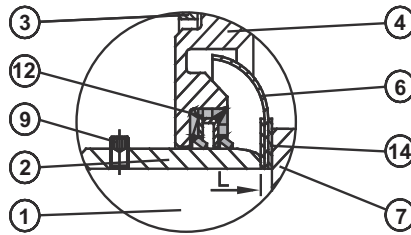
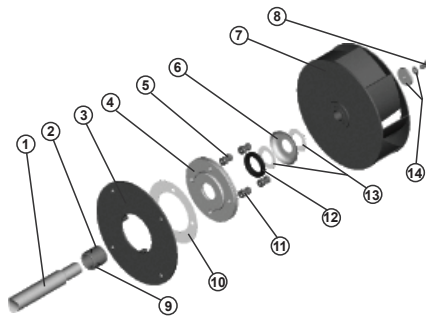

Fig. 18
Fig. 19
Der findes to hovedtyper tætninger: Spaltetætning og dobbelt læbetætning. I det følgende beskrives kun dobbelt læbetætning. Tætningen består af flere komponenter. Se fig. 18 og fig. 19. Der tættes mellem de enkelte komponenter med pakninger. Mellem aksel og ventilatorhus tættes med en dobbelt læbe pakdåse samt en slyngskive. Pakbøsningen er fastspændt mellem motorakslens anlægsbryst og ventilatorhjulet.
Ventilatorhjulet pos. 7 afmonteres som beskrevet under "5.2 Demontering af ventilatorhjul fra indløbssiden" eller "5.4 Demontering af motor med ventilatorhjul fra motor siden". Slyngskiven pos. 6 samt pakningerne pos. 13 trækkes ud over akslen pos. 1. Se fig. 18. 4 stk. pinolskruer pos. 9 i pakbøsning pos. 2 løsnes og pakbøsningen pos. 2 trækkes af akslen pos. 1. Pakdåsen pos. 12 kan nu trækkes ud af tætningsdækslet pos. 4.
Ved montering skal alle pakningerne fornyes. Se fig. 18 og 19. Pakbøsningen pos. 2 smøres indvendig med en tynd olie og skubbes ind over akslen pos. 1. Hulrummet i pakdåsen pos. 12 fyldes 2/3 op med SKF LGEP 2 eller tilsvarende fedt. Dobbelt læbe pakdåse pos.12 presses i tætningsdækslet pos. 4.